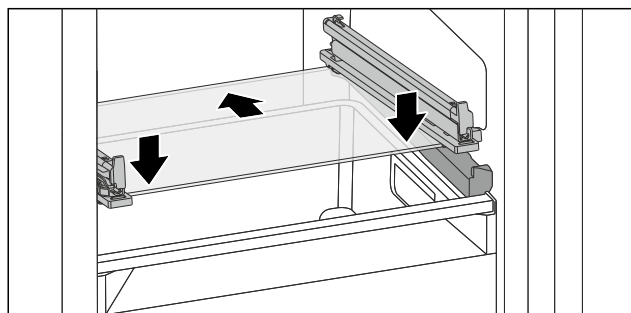

Fig. 105 Tablette en verre du tiroir basculable
- Placer la tablette en verre, en l'inclinant, derrière les butées. (voir Fig. 105)